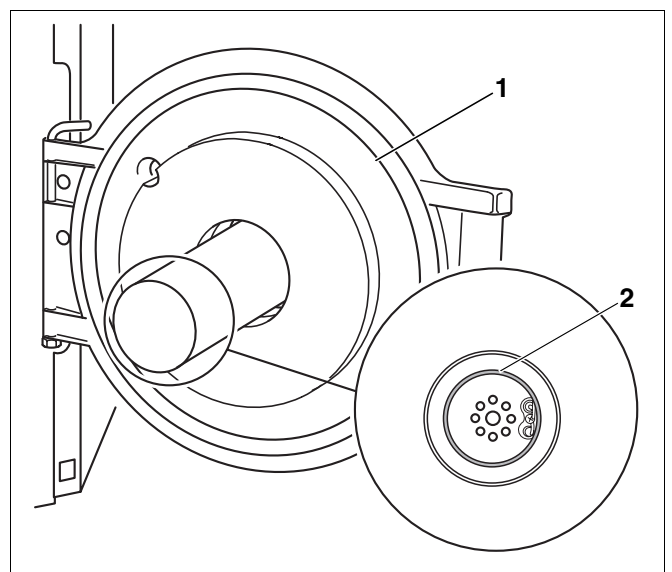

Abb. 39 Korrekten Sitz der Dichtung kontrollieren
- Bei geöffneter Brennentür (Abb. 39, **Pos. 1**) den korrekten Sitz der Dichtung (Abb. 39, **Pos. 2**) prüfen.
- Brennertür schließen (Abb. 39, **Pos. 1**, Seite 33) und Befestigungsschrauben der Brennertür festziehen (ca. 10 Nm).